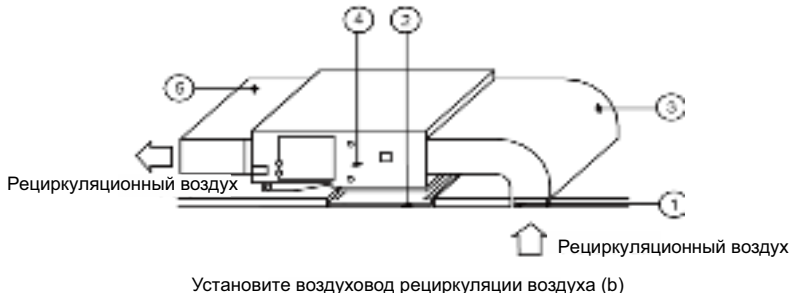

Рис. 4.35
- (3). Если требуется выход рециркуляционного воздуха снизу, измените расположение прямоугольного фланца и рамки рециркуляции воздуха.
- (4). Подсоедините один воздуховод для рециркуляционного воздуха к выходу рециркуляционного воздуха с помощью заклёпок и другой воздуховод к решетке рециркуляционного воздуха. Для удобства регулировки высоты можно отрезать необходимую часть тканевого канала, которую можно укрепить и обвязать стальным хомутом 8#.
- (5). При выборе выхода рециркуляционного воздуха снизу наблюдается повышенный уровень шума по сравнению с режимом рециркуляции воздуха с обратной стороны воздуховода, поэтому в данном случае рекомендуется устанавливать звукоглушитель и коробку статического давления для снижения уровня шума.
- (6). Метод монтажа должен подбираться с учетом конструкции здания. Должен быть предусмотрен легкий доступ к воздуховодам для технического обслуживания. См. Рисунок 4.35: